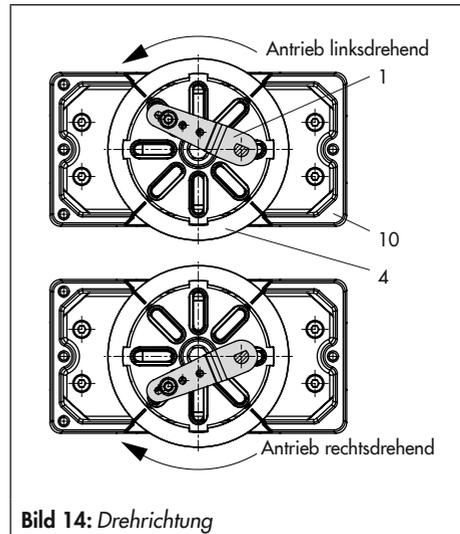

Bild 14: Drehrichtung
8. Stellungsregler auf die Adapterplatte (12) schrauben.
9. Stellungsregler mit Adapterplatte auf das Gehäuse (10) setzen und festschrauben. Dabei den Hebel (1) so ausrichten, dass er unter Berücksichtigung der Drehrichtung des Antriebs mit seinem Abtaststift in den entsprechenden Schlitz eingreift (Bild 14).